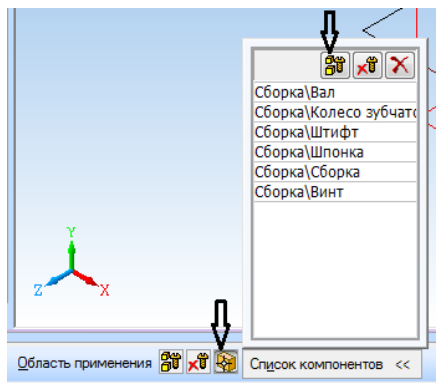

Рисунок 111.
4. Выберите команду *Выбор компонентов* – «Список компонентов» - «Все компоненты», в результате в окне отобразятся все модели (рисунок 111). С помощью команды «Удалить» удалите из списка стандартные модели, которые не должны быть разрезаны (вал, винт, штифт, шпонка).